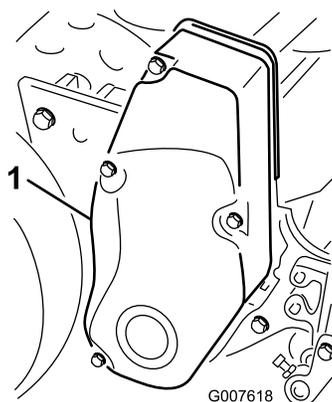

Рисунок 34
1. Снимите детали крепления и крышку ремня, чтобы открыть ремень (Рисунок 34).